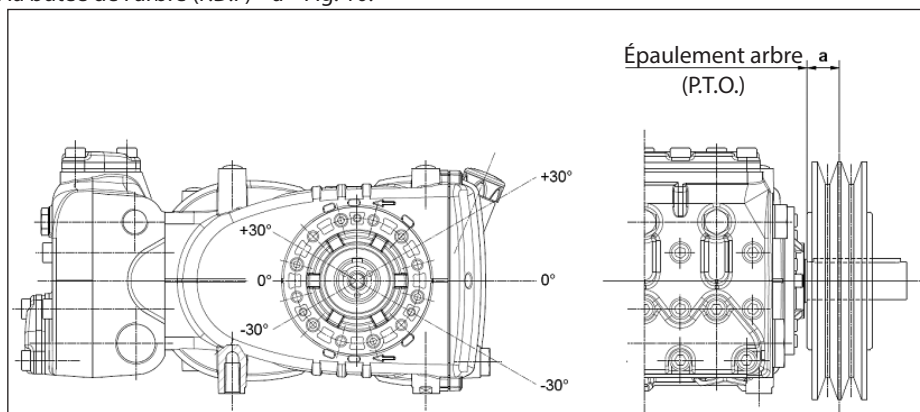

Fig. 10
La transmission est considérée appropriée si cette charge est appliquée à une distance maximum $a=30$ mm de l'épaule de l'arbre (prise de force) comme le montre Fig. 10.
- b) Utiliser des courroies à haut rendement - par exemple **XPB** au lieu de **SPB** - car il sera nécessaire d'avoir une quantité inférieure de courroies égales à la puissance transmise et par conséquent une distance inférieure de la résultante par rapport à la butée de l'arbre (P.D.F) « a » Fig. 10.